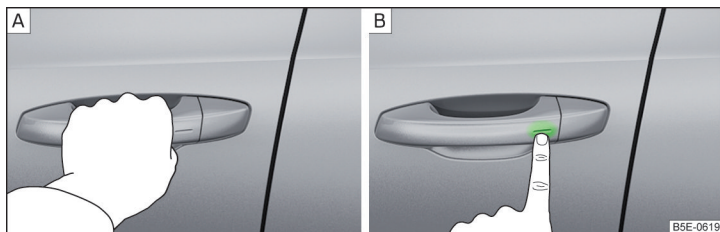

Fig. 50 Déverrouiller / verrouiller le véhicule
- ▶ Saisissez la poignée pour **déverrouiller** » fig. 50 - **A** le véhicule.
- ▶ Touchez le capteur sur la poignée avec le doigt pour **verrouiller** » fig. 50 - **B** le véhicule.
➤ Toucher le capteur sur la poignée avec le doigt dans les 5 sec » fig. 50 à la page 63 - B. Les clignotants clignotent une fois pour confirmer la désactivation.